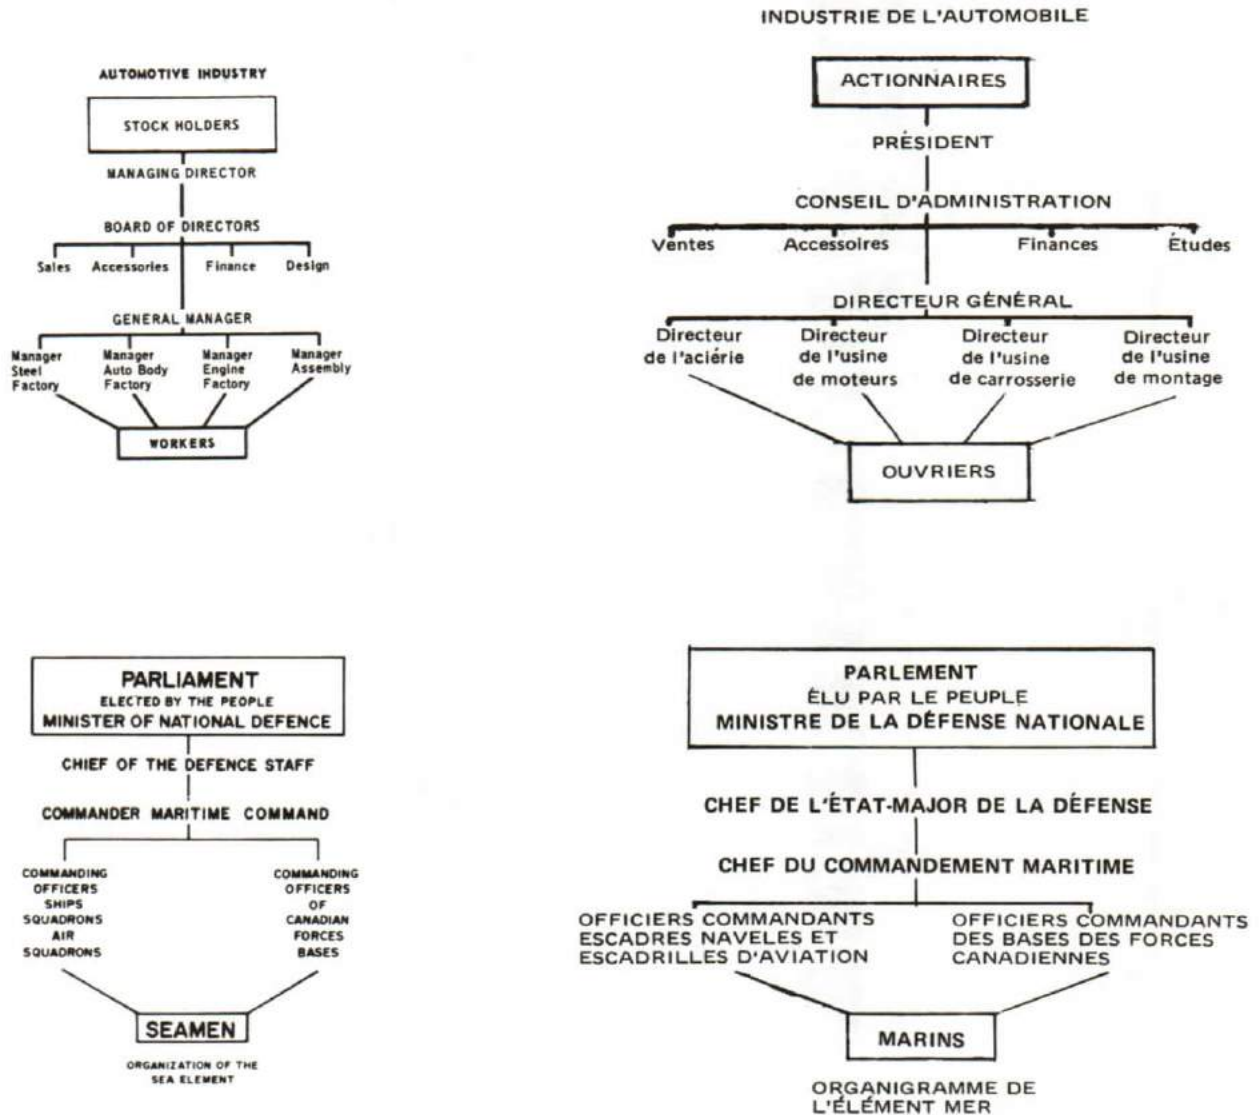

Figure 5-1
10. There is a very good reason. The sparkplug inserter works in the same place at the same time year in and year out at a job that never varies. The seaman, on the other hand, works in a variety of places, at a variety of jobs, and may well be called on to hazard his own life if the occasion demands it. He must have faith in the organization which provides his job, otherwise he would be a fool to do it. To have faith in this organization, the seaman must understand it. Not only must he know what his foreman and manager do, but he must know what the managing director of the firm does, and how the board of directors operates. See Figure 5-1.
10. Il y a pourtant une très bonne raison. Le mécano qui change les bougies travaille l'année durant à la même place pour faire les mêmes opérations. Par contraste, le marin est appelé à oeuvrer dans un grand nombre d'endroits, à exécuter des missions très différentes et il ira jusqu'à risquer sa vie si le service l'exige. Il doit avoir confiance dans l'organisme qui lui assigne son travail, sinon il serait stupide de s'y fier. Pour avoir confiance dans l'organisme qui l'emploie, le marin doit le comprendre. Non seulement doit-il comprendre ce que fait son contremaître et son supérieur, mais il doit aussi savoir ce que fait le directeur général et comment fonctionne le conseil d'administration (voir la figure 5-1).